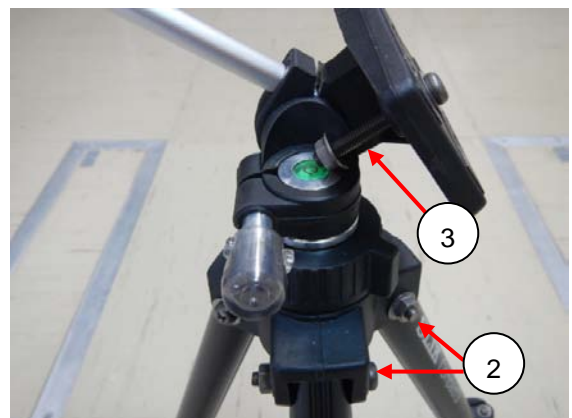

図3 非磁性化した②、③部分
非磁性化を図るカメラ用三脚は、簡易観測(屋外)で使用するため、磁性が無いことに加えて腐食にも強い材質の物を採用することにした。②と③部分は、磁性が無く、腐食に強いチタン製のボルト、ナット、座金を採用することにした(図3)。
①と④の三脚の方位調整部は、磁性が無く、機械加工もし易く、また比較的腐食にも強いアルミを採用することにした。グリップ部分には、①に樹脂製の物を採用し、④にゴム製の物を採用することにした。初め、グリップ部とアルミ部の固定には、②、③